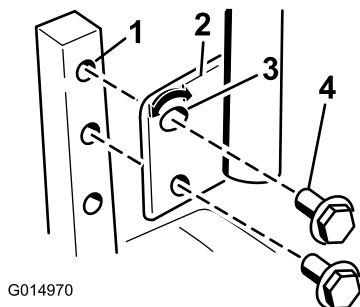

Bild 24
1. Entfernen Sie die beiden Schrauben, mit denen der Schalthebel am Schalthebelarm befestigt ist (Bild 24).
2. Setzen Sie den Schalthebel in die nächste Lochposition. Befestigen Sie den Hebel mit den zwei Schrauben (Bild 24).
2. Lösen Sie die untere Schraube genug, um den Schalthebel nach vorne oder hinten zu drehen (Bild 24). Ziehen Sie beide Schrauben fest, um den Schalthebel in der neuen Stellung zu arretieren.